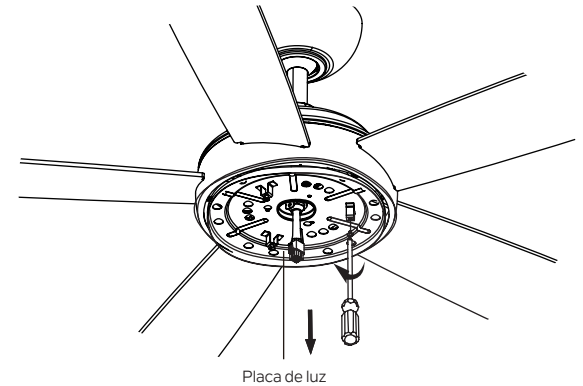

Figura 18
Paso 1. Quite uno de los tres tornillos en la placa de luz y guárdelo para uso posterior, afloje ligeramente los otros tornillos restantes. (Figura 18)